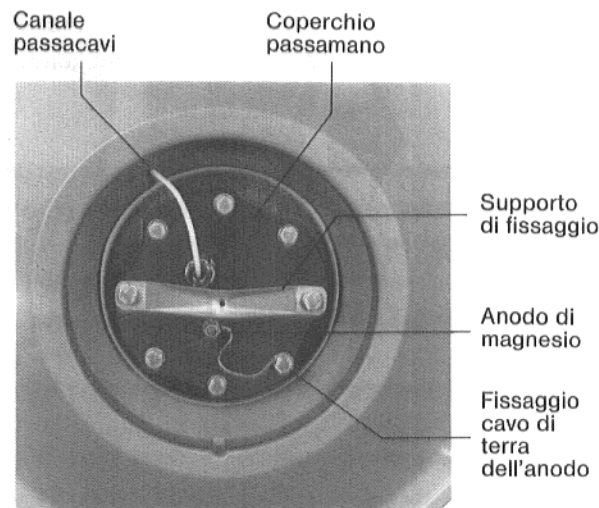

Fig. 7
2. Svitare i bulloni esagonali del coperchio passamano, togliere il supporto di fissaggio, togliere il coperchio con l'anodo di magnesio (Fig. 7).
7. Avvitare il supporto di fissaggio con due bulloni esagonali secondo la Fig. 7, stringere tutti i bulloni rimanenti.
8. Ricollegare l'asola del cavo di terra e rimettere i bulloni (Fig. 7).